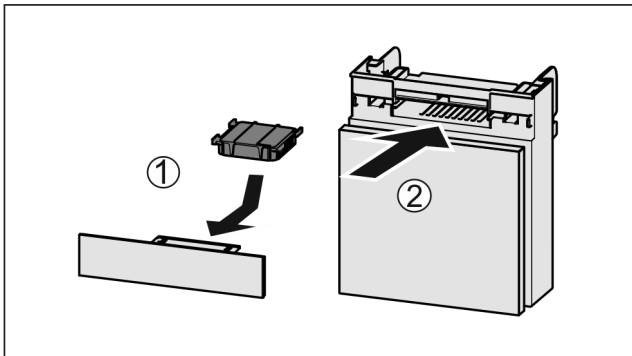

Fig. 44
- ▶ Вставити фільтр з активованого вугілля за малюнком Fig. 44 (1).
- ▶ Вставити відділення Fig. 44 (2).